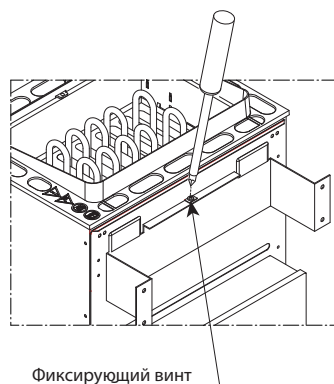

Рис. 7
- Закрепить печь, затянув шурупы на задней стене печи (рис.7).